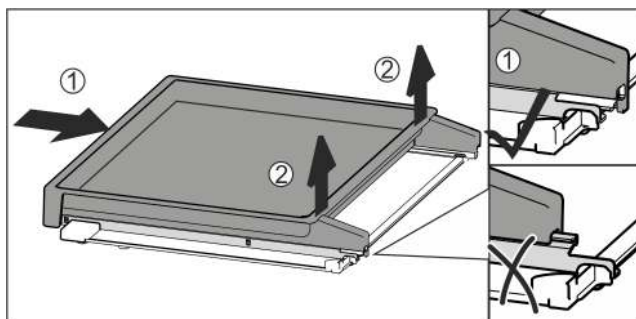

Fig. 36
- Вставить вытяжную панель полностью Fig. 36 (1).
- Отпустить фиксацию на задней стороне Fig. 36 (2).
- Извлеките вытяжную панель движением вперед Fig. 36 (3).